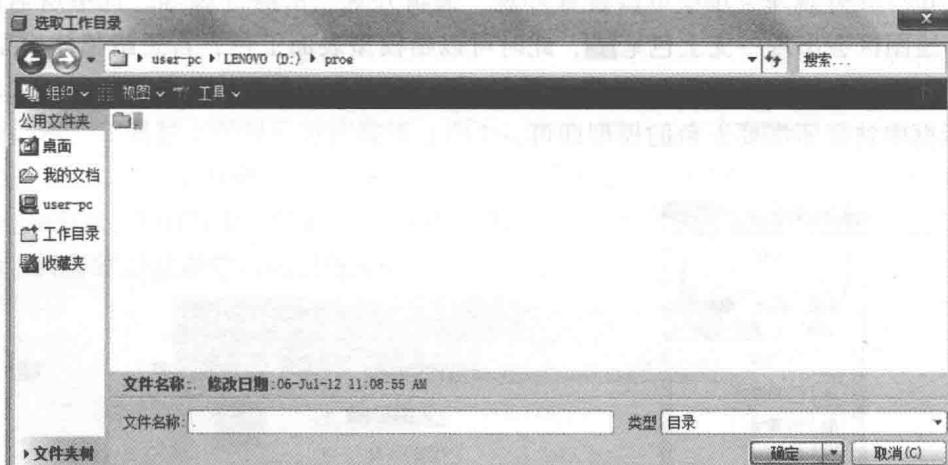

图 1-21 “选取工作目录”对话框
① 单击“文件”菜单的“设置工作目录”命令，系统弹出如图 1-21 所示的“选取工作目录”对话框。
② 在地址下拉列表框或文件列表框中选择路径（例如 D: /Proe），单击“确定”按钮即将当前的临时工作目录设定为“D: /Proe”。